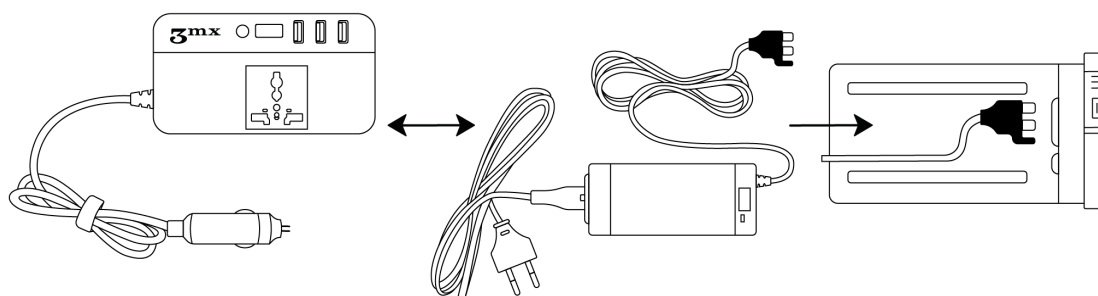

Рис. 10. Схема подключения к аккумулятору через инвертор и прикуриватель.
1. Подключить к аккумулятору блок питания: ограничитель на разъеме питания должен находиться справа от контактов разъема (см. Рис. 10).